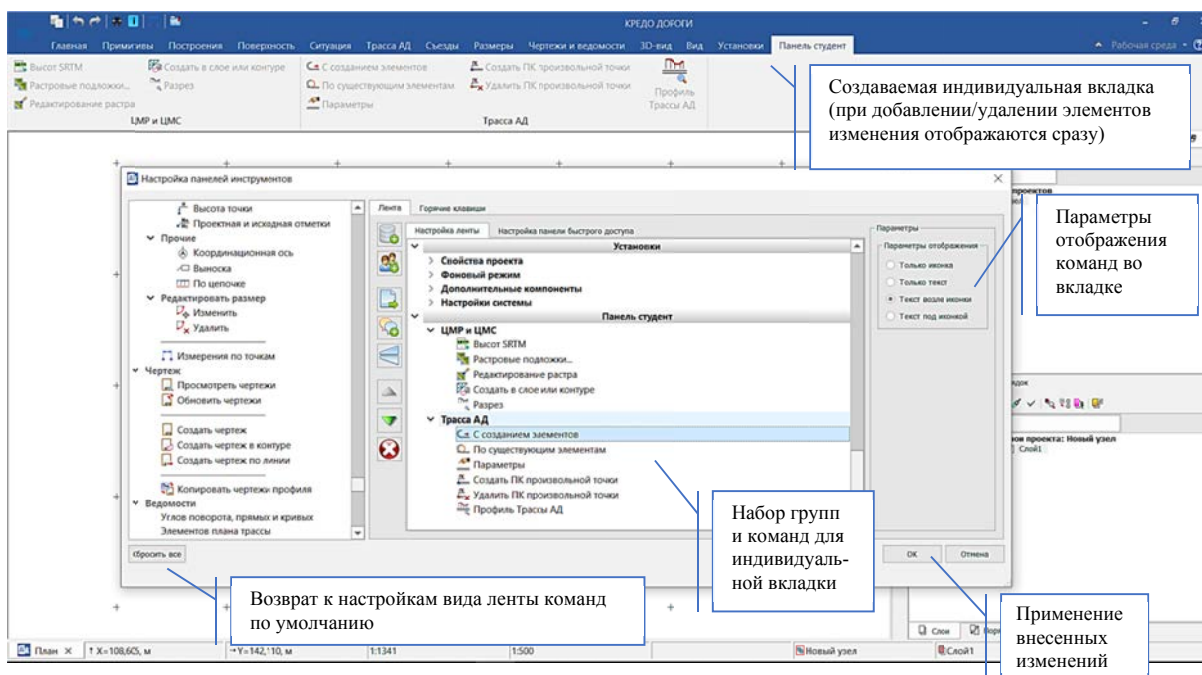

Рис. 1.6. Пример создания индивидуальной вкладки
2. Затем с помощью команды НАСТРОЙКА по указанию преподавателя создайте и настройте отображение индивидуальной вкладки для ленты команд. Пример создания индивидуальной вкладки с набором команд приведен на рис. 1.6.